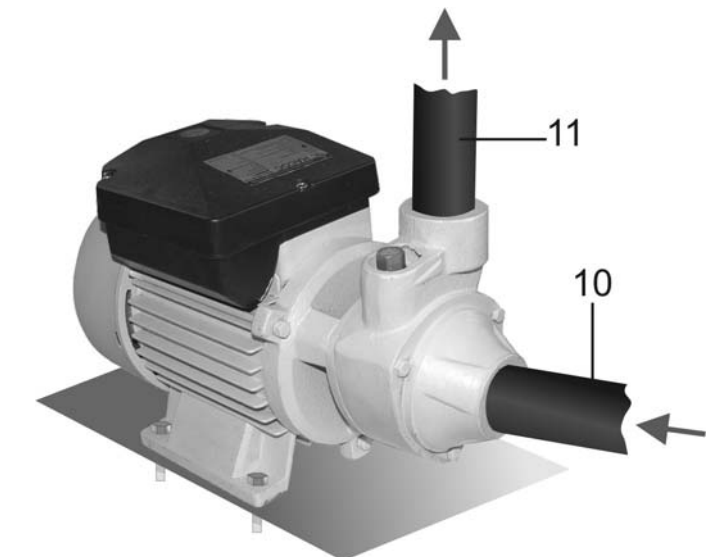

Рис.2
7. МОНТАЖ (Рис.2)
7.1. Насос необходимо закрепить к полу или к другой ровной и устойчивой поверхности с помощью четырех болтовых соединений (не комплектуются), как показано на Рис.2.